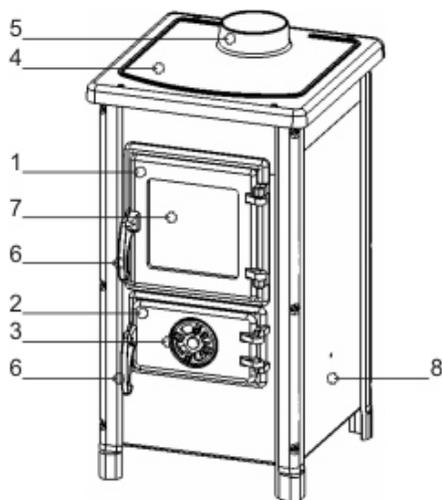

Рисунок 1.
Дверца топочной камеры (Рисунок 1, позиция 1) - чугунная и оснащена термостойким стеклом, дверца зольного ящика (Рисунок 1, позиция 2) - чугунная с регулятором подачи воздуха (воздушная заслонка, регулирующая интенсивность горения топлива)
(Рисунок 1, позиция 3).
- дверцу зольного ящика оставьте открытым до появления стабильного огня, после закрытия интенсивность горения регулируйте с помощью регулятора подачи воздуха (рисунок 1, позиция 3);
Регулятором первичного воздуха в печи Вы регулируете температуру, мощность и скорость сгорания топлива (Рисунок 1, позиция 3).